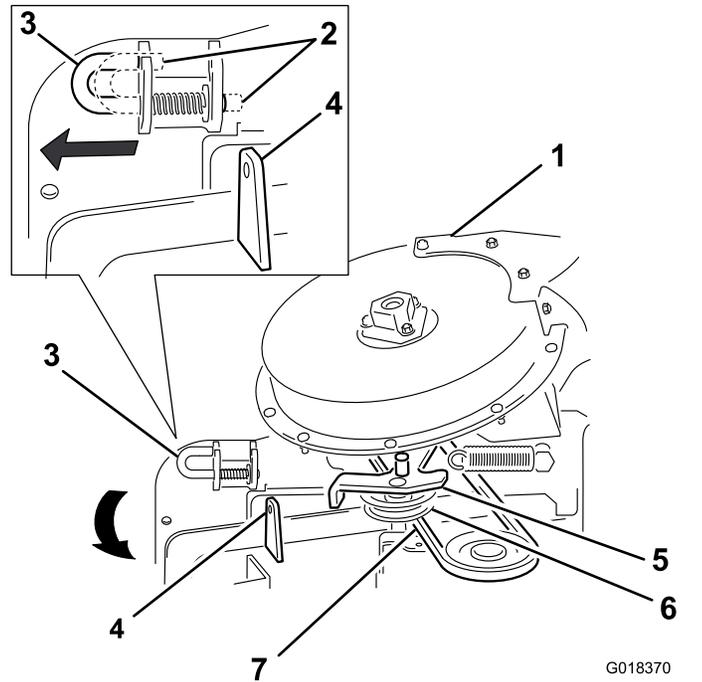

Bild 38
- Stellen Sie den Arretierbolzen von der arretierten in die geöffnete Stellung (Bild 38).
- Schließen Sie das Gebläse und fluchten Sie den Arretierbolzen mit dem Loch in der Auswurfkanalhalterung aus (Bild 38).